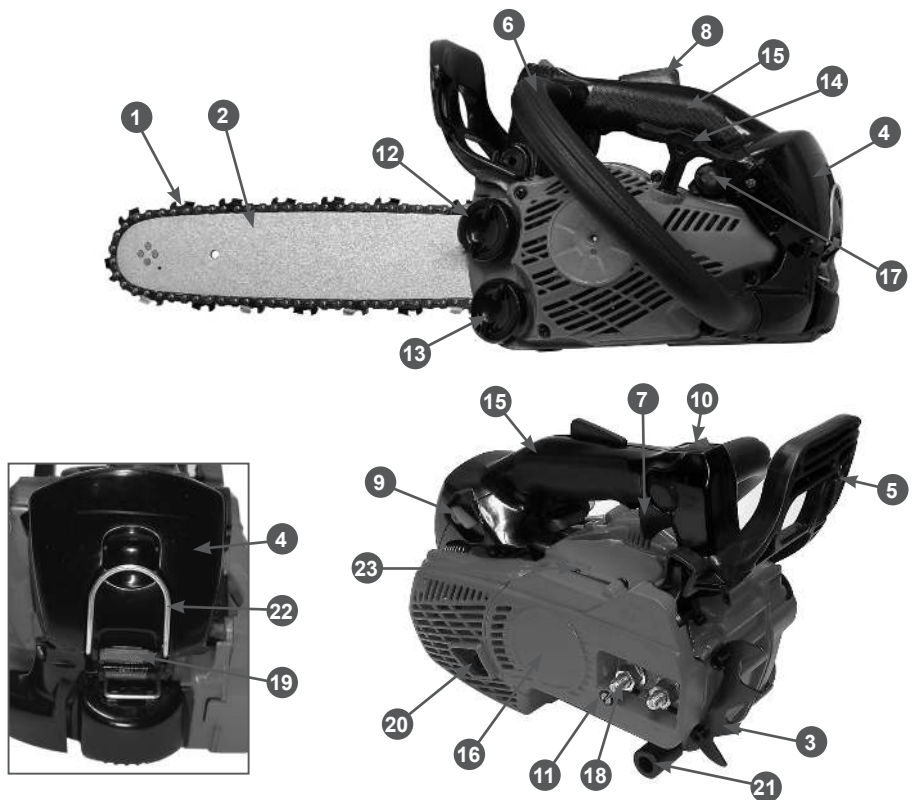

Рис. 1 Основные узлы и органы управления
Основные узлы и органы управления представлены на Рис.1.
3. Установите на место и закрепите винтами зубчатый упор так, как показано на Рис. 1